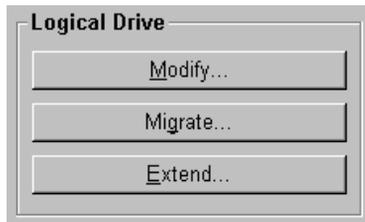
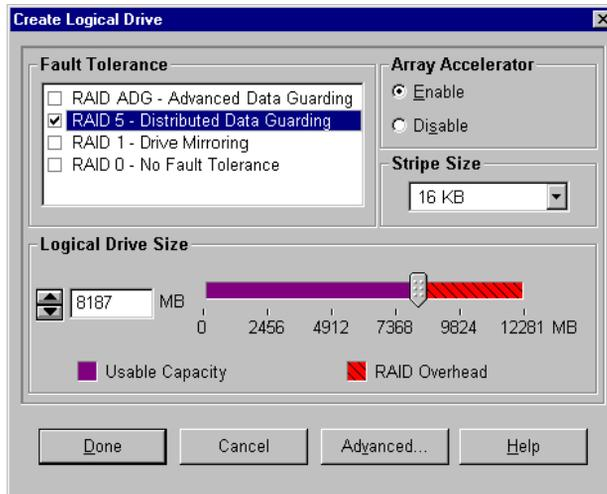

Abbildung 7-8: Das Gruppenfeld „Logical Drive“ (Logisches Laufwerk)
Abbildung 7-11: Der Bildschirm „Create Logical Drive“ (Logisches Laufwerk erstellen)
Klicken Sie zum Anzeigen dieses Bildschirms im ACU Hauptbildschirm für die Konfiguration im Gruppenfeld **Logical Drives** (Logische Laufwerke) auf **Modify** (Ändern) (Abbildung 7-8). Dieser Bildschirm ähnelt dem Bildschirm **Create Logical Drive** (Logisches Laufwerk erstellen) (Abbildung 7-11) und ermöglicht es Ihnen, Parameter eines vorhandenen logischen Laufwerks online ohne Datenverlust zu ändern.
Klicken Sie zum Anzeigen dieses Bildschirms im ACU Hauptbildschirm für die Konfiguration im Gruppenfeld **Logical Drives** (Logische Laufwerke) auf **Migrate** (Umstellen) (Abbildung 7-8). In diesem Bildschirm können Sie die Stripe-Größe (Blockgröße) oder die RAID-Ebene eines vorhandenen logischen Laufwerks ändern, ohne dass es zu Datenverlusten kommt.
Klicken Sie zum Anzeigen dieses Bildschirms im ACU Hauptbildschirm für die Konfiguration im Gruppenfeld **Logical Drives** (Logische Laufwerke) auf **Extend** (Kapazität erhöhen) (Abbildung 7-8). In diesem Bildschirm können Sie die Kapazität eines logischen Laufwerks ohne Datenverlust erhöhen, während das System online ist.
3. Wählen Sie im Bildschirm **Create Logical Drive** (Logisches Laufwerk erstellen) **RAID 5** aus (Abbildung 7-11).